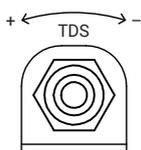

Рис. 14
2. Регулировка уровня минерализации производится при вращении рукоятки вентиля подмеса (рис. 14). При вращении рукоятки по часовой стрелке объем подмеса (очищенной воды с исходным уровнем минерализации) уменьшается, а при вращении против часовой стрелки – увеличивается.